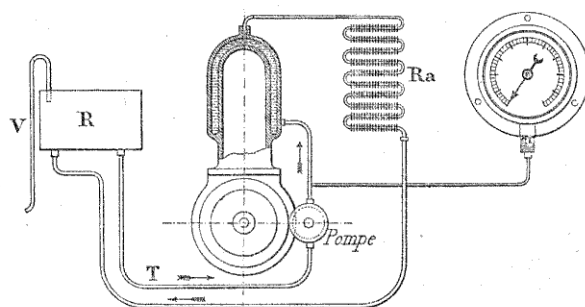

Fig. 149. — Une circulation d'eau par pompe (schéma).
On obtient ces trois résultats avec une pompe. Une circulation d'eau par pompe se compose (fig. 149), d'un réservoir R, contenant une quantité d'eau d'environ 10 à 20 litres. De la partie inférieure du réservoir, part un tuyau T, allant à la pompe. La pompe recevant l'eau du réservoir, la refoule dans la chemise
La disposition que signale la figure 149 où l'eau suit le chemin : réservoir, pompe, moteur, radiateur, réservoir, peut ne pas être la même sur toutes les voitures. Certains constructeurs adoptent aussi la succession suivante : réservoir, pompe, radiateur, moteur, réservoir, qui donne d'aussi bons résultats. Mais ce n'est point ici que nous avons à discuter la valeur de dispositifs auxquels nous ne devons avoir rien à changer et qui doivent avoir été étudiés par le constructeur, revoyons simplement chaque partie constituante de ce qu'on appelle la *circulation d'eau*.
s'échappe sous la voiture sans incommoder les voyageurs (fig. 149).
*tend à se redresser* et entraîne l'aiguille. Quand cette pression cesse, le tube revient, *en vertu de son élasticité*, à sa position première et ramène l'aiguille à O. La pression, dans le cas qui nous occupe, doit être prise sur la conduite de refoulement de la pompe, au point où la résistance à l'écoulement est la plus grande, c'est-à-dire le plus près possible de la sortie d'eau de la pompe, comme l'indique la figure 149. Le petit tuyau du manomètre doit pénétrer dans l'intérieur de la conduite, soit dans un coude, soit dans